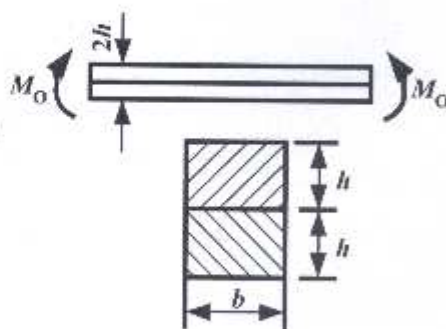

图2-2
- 6 两根  $(b \times h)$  矩形截面的木梁叠合在一起，两端受力偶矩  $M_0$  作用，如图 2-2 所示。该组合梁的抗弯模量为 \_\_\_\_\_。